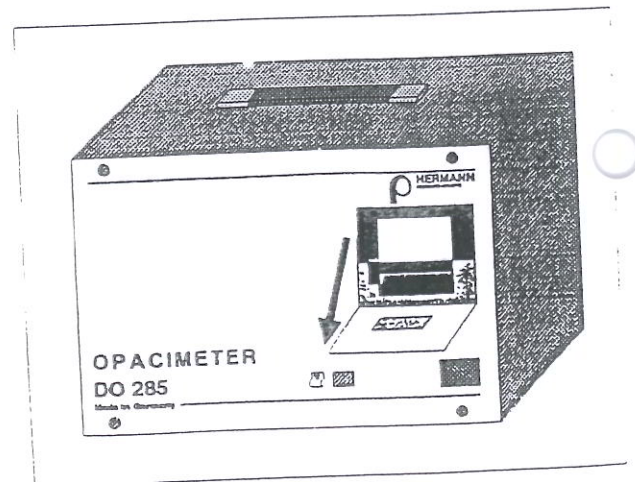

Fig. 16 Geopend printerklepje DO 285
- Open het printerklepje (Fig. 16);